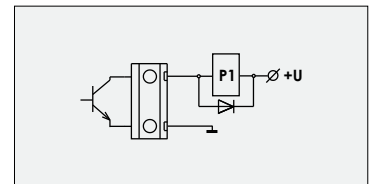

рис. 4
- ❖ ВУ типа **открытый коллектор** (код - ОК, рис. 4). Могут непосредственно управлять исполнительными устройствами малой мощности (активными) (реле, пускатели постоянного тока, лампы накаливания, светодиодные индикаторы) или использоваться в качестве ключей для передачи сигнала о состоянии исполнительного устройства.